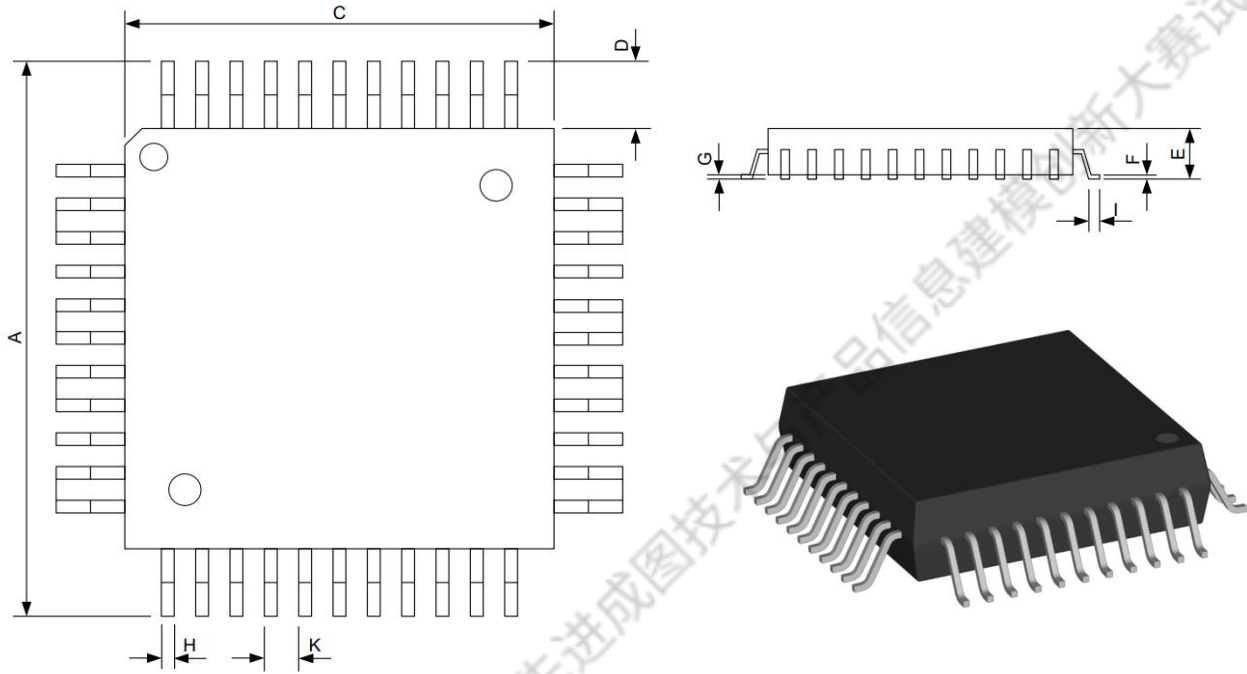

图 2 芯片外形
- 2、在库文件 usr_lib 中，根据图 2 给出的元件外形,表 1 给出的尺寸参数，绘制合适的 PCB 封装，命名为 VPC44，并将该封装绑定至步骤 1 绘制的原理图封装库元件 VPC。